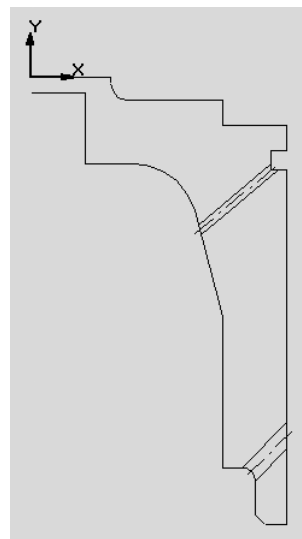

Рис. 4.61
6. Скругления. Нажмите кнопку  и в окне **rad** введите радиус 20, нажмите клавишу **Enter** и выполните скругление верхней внутренней части тронка. Аналогичным образом выполните скругление верхней части тронка радиусом 5 мм и нижней части радиусом 4 мм. В строке меню нажмите **Удалить > Часть кривой** и наведите курсор на часть вертикальной линии внутреннего контура тронка, подлежащую удалению. Удалите все ненужные линии (рис. 4.61).
7. Фаска. Нажмите кнопку  (**Фаска**) и установите в окне **Длина фаски на первом объекте** цифру 3: . Наведите курсор мыши на нижнюю торцевую сторону тронка. При этом цвет линии изменится на красный, а в строке сообщений появится надпись **Укажите первую кривую для построения фаски**. Щелкните мышью. После этого направьте курсор на смежную вертикальную сторону и снова щелкните мышью (рис. 4.61).